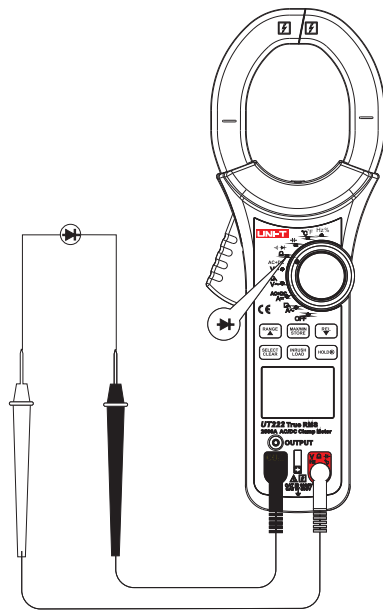

图8
5. 二极管测量  $\rightarrow$  (见图8)